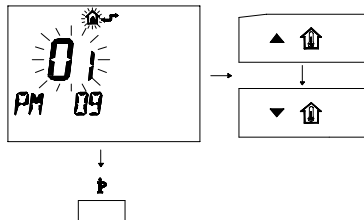

fig. 9.15
- 4 Per modificare il SET programmato agire sui pulsanti ▲ ⬆ ◻ ▼ ⬆, e aspettare che il numero programmato cominci a lampeggiare (fig. 9.15)